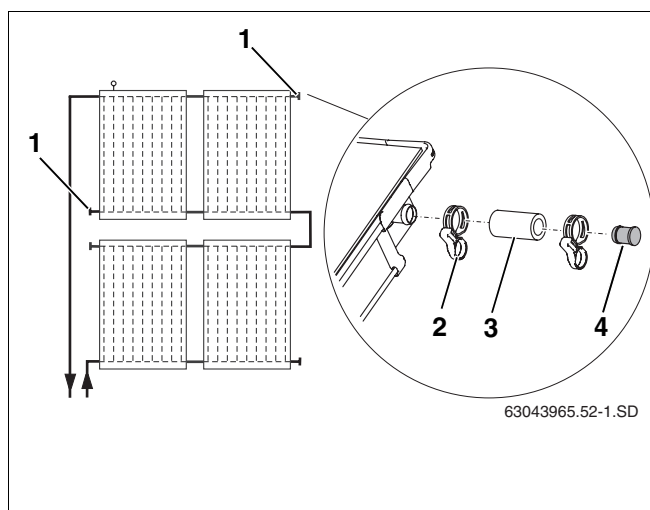

fig. 59 Instalar os tampões cegos pré-instalados
Feche as ligações de colector que não serão usadas com o tampão cego (fig. 59, **item 1**).
- ▶ Inserir as mangueiras solares de 55 mm (fig. 59, **item 3**) com o tampão cego pré-instalado nas duas ligações livres.